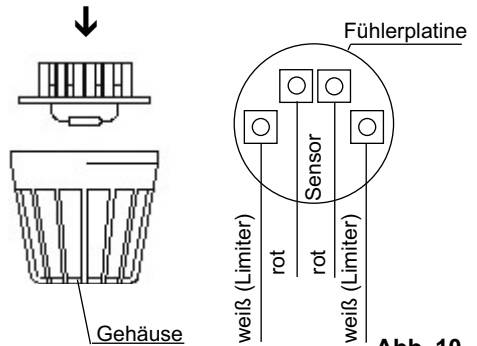

Abb. 10
4. Die Leitungen für den Begrenzer (weiß) und den Temperaturfühler (rot) gemäß Abb. 10 an der Fühlerplatine anklammern: Die Fühlerplatine anschließend in das Gehäuse einrasten.